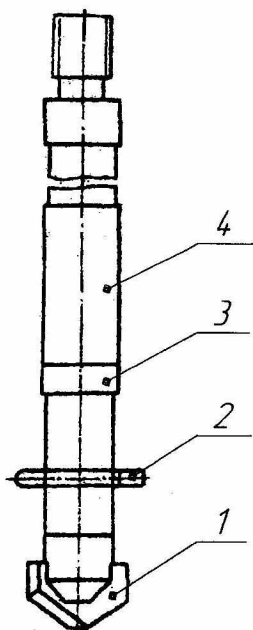

Рис.6 Штанга с наконечником.
- укрепить наконечник 1 (рис.6) на штангу 4 при помощи переходника 3 и фиксатора 2.;